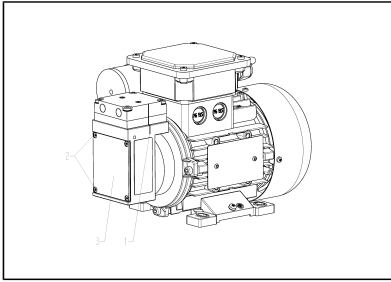

Abb.6 Markierung mit Filzstift
1. Markieren Sie Kopfdeckel, Zwischenplatte und Gehäuse mit einem Filzstift (Abb. 6/1), um eine korrekte Montage sicherzustellen.
2. Entfernen Sie den Gehäusedeckel (Abb. 6/3).